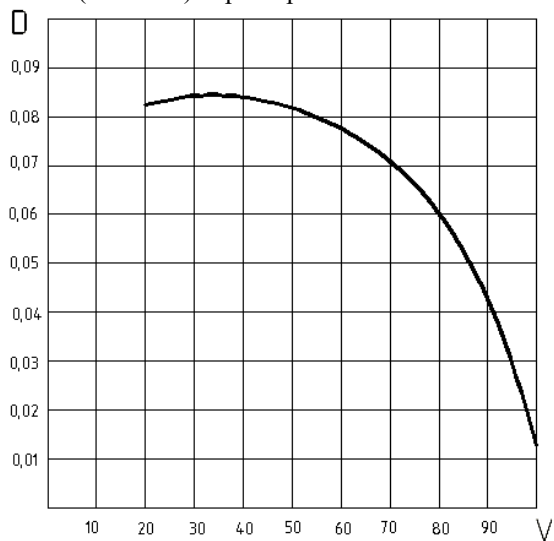

Рис. 4. Динамическая характеристика автомобиля на одной передаче.
39. Как изменится динамический фактор автомобиля при увеличении скорости с 50 до 90 км/ч на прямой передаче? При решении использовать, скоростную характеристику двигателя (рис. 4). Технические данные автомобиля: вес $G=3835$ кг; радиус колеса $r_k=0,544$ м; передаточное число главной передачи $i_0=5,125$; механический к.п.д. трансмиссии $\eta_m=0,92$; фактор сопротивления воздуха $k_w F=0,76$ Н·с²/м².